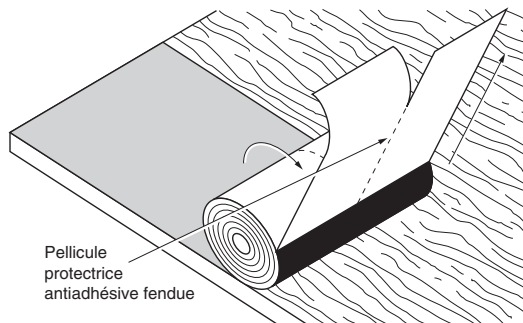

Figure 5-5 : Pose par déroulement.
7. En commençant par les sections de pellicule déjà détachées, continuer à détacher les sections de pellicule du rouleau, en tirant le rouleau en parallèle avec l'avant-toit (figure 5-5). Veiller à ce que WinterGuard repose à plat et adhère bien à la surface.